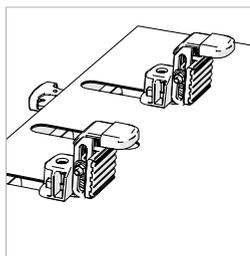

Fig. 17
**Remarque :** Les pinces secondaires à hauteur réglable sont fournies sur la paire pinces réglables. **(Fig.17).**